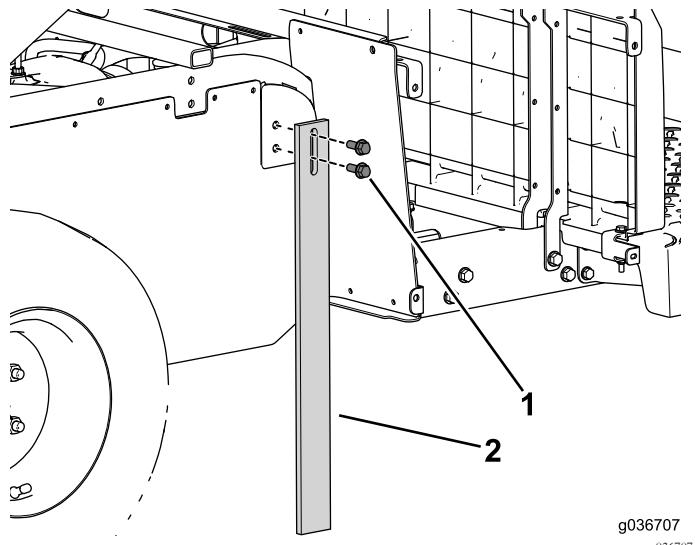

Figura 14
- Utilize os quatro parafusos flangeados para instalar as pernas de suporte a ambos os lados da máquina (Figura 14).